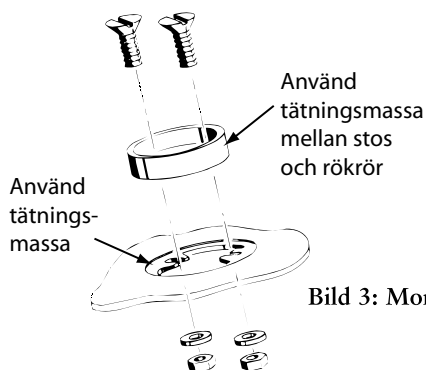

Bild 3: Montering av rökstos
4. Vid anslutning **rakt bakåt** tas den delen bort på skyddsplåten bak som täcker hålet. Använd dig av tätningssmassan som följer med och stryk på stosen och fäst den enligt Bild 3. Täcklocket läggs löst i hålet på topp, det ska kunna avlägsnas vid sotning.
5. Vid anslutning **topp** fäster du stosen på toppen enligt Bild 3. Använd medföljande tätningssmassa och stryk på stosen innan du fäster den. Täcklocket använder du för att täcka rökuttaget där bak, använd medföljande tvärstag för att fästa täcklocket (se Bild 4). Dra **inte** åt för hårt, använd tätningssmassa.